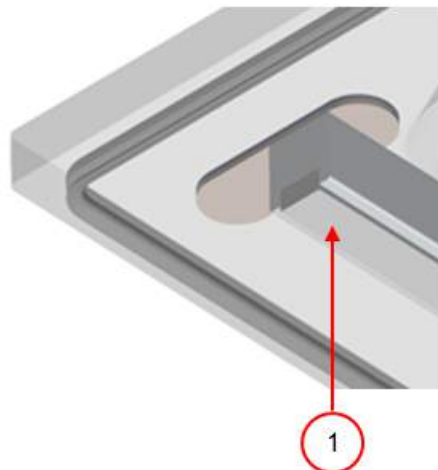

Abbildung 15: Austausch des Silikongummis der Silikonhalter
1. Ziehen Sie das alte Silikongummi vom Halter ab, vgl. *Abbildung 15: Austausch des Silikongummis der Silikonhalter* auf Seite 32.